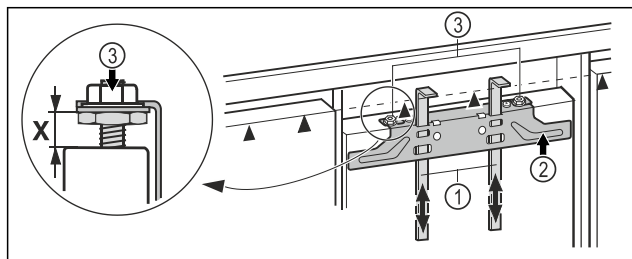

Fig. 61
- Montážní pomůcky Fig. 61 (1) vysuňte nahoru do výšky nábytkových dvířek. Spodní dorazová hrana ▲ montážní pomůcky = horní hrana montovaných nábytkových dvířek.
- Upevňovací příčník Fig. 61 (2) vyšroubujte přes pojistné matice Fig. 61 (3).